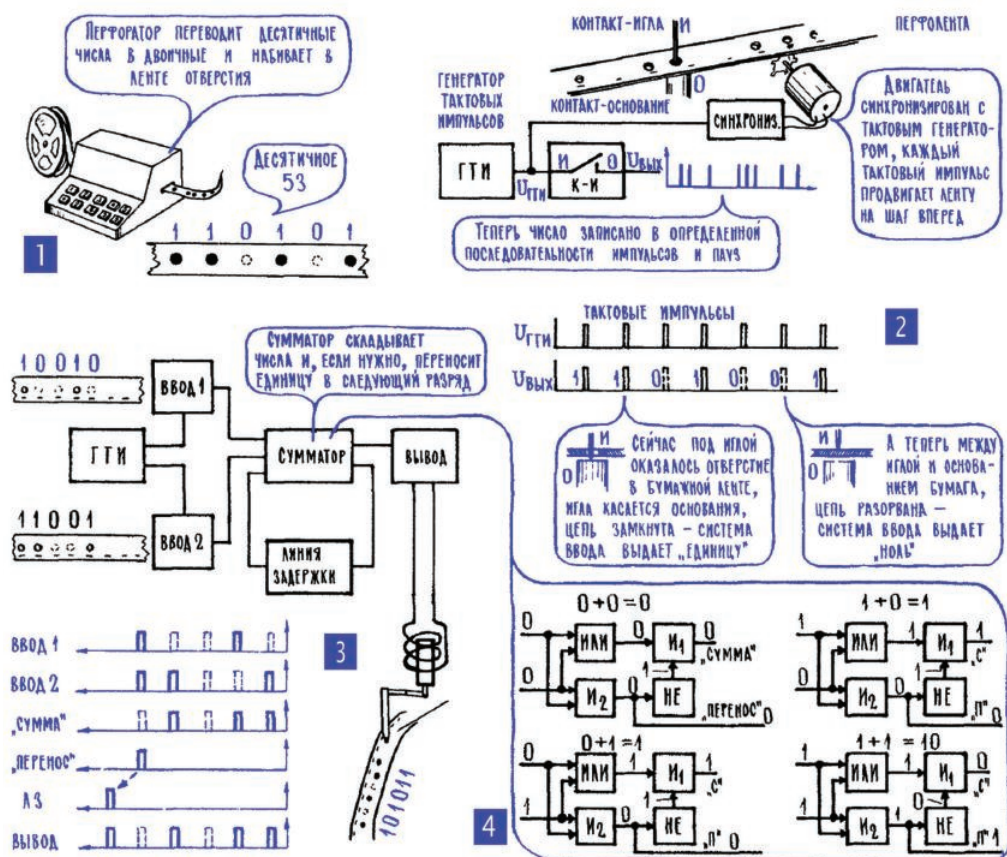

Рис. 16.3. Обработка двоичных цифр в электронной вычислительной машине
На рис. 16.3; 1, 2 показан процесс ввода в простейшую условную машину некоторого числа. Все начинается с того, что оператор, получив десятичные числа, которые нужно сложить, превращает их в двоичные числа, которые переносят на бумажную ленту, определенным образом пробивая в ней отверстия. Получается перфорированная, то есть дырчатая, лента, а сокращенно – перфолента; дырка в ней соответствует «единице», а отсутствие дырки, точнее ее пропуск, соответствует «нулю». Все это внешне делается очень просто: оператор нажимает клавиши перфоратора, набирая заданное десятичное число, а из аппарата сразу же выходит перфолента с дырками и пропусками, которые соответствуют нужному двоичному числу.
Теперь нужно с перфоленты ввести число в машину, превратить его из определенной последовательности отверстий в такую же последовательность уровней напряжения. Эту задачу выполняет устройство ввода, используя в качестве сырья тактовые импульсы. В нашем устройстве ввода есть игольчатый контакт, который, замыкаясь, открывает дорогу току. Контакт этот, как видно по рис. 16.3; 2, замкнут только в том случае, когда под иглой оказывается отверстие в перфоленте. Поэтому последовательность импульсов и пауз в точности повторяет последовательность дырок и пропусков в перфоленте, то есть отображает двоичное число, которое как раз и нужно было ввести в машину, протягивая ленту.
**4. Электронная схема «сумматор», манипулируя электрическими сигналами, может выполнять сложение двоичных чисел.** Ввод чисел в машину, превращение их в комбинации электрических импульсов, конечно, не самоцель. С числами нужно работать, производить с ними различные математические операции. И сейчас мы посмотрим, как можно произвести одну из них – сложение. Чтобы сразу же не утонуть в подробностях, сделаем то, что реально никогда не делается: пристроим к ЭВМ сразу два устройства ввода (рис. 16.3; 3) и через каждое из них введем в машину одно из двух слагаемых. Причем ввод начнем одновременно, как по выстрелу стартового пистолета. И начнем вводить числа с конца, с последнего раз-
ма ИЛИ: в первом случае на ее выходе не было бы сигнала, а во втором и третьем на выходе появлялся бы высокий уровень. И это как раз соответствовало бы известным правилам сложения  $0 + 0 = 0$ ;  $1 + 0 = 1$  и  $0 + 1 = 1$ . Что же касается четвертого сочетания слагаемых,  $1 + 1$ , то схема ИЛИ, конечно, не годится: под действием двух одновременных «единиц» на ее входах она дает «единицу» на выходе, то есть выполняет операцию  $1 + 1 = 1$ . А нам нужно, чтобы получилось  $1 + 1 = 0$  с переносом «единицы» в следующий разряд (рис. 16.3; 3).
Вот этот перенос «единицы» в следующий разряд оказывается довольно сложной задачей. И решается она с помощью нескольких логических элементов, собранных по схеме рис. 16.3; 4.
Оба слагаемых подаются не только на ИЛИ, но одновременно еще и на элемент  $I_2$ , а с него сигнал поступает как раз на интересующий нас элемент НЕ. На рис. 16.3; 4 показаны все возможные варианты суммирования двух одноразрядных чисел. В первых трех случаях  $0 + 0$ ,  $1 + 0$  и  $0 + 1$  элемент  $I_2$  не срабатывает, так как на его входе нет необходимых для этого двух – именно двух и только двух! – одновременных «единиц». А значит, в этих случаях с  $I_2$  на элемент НЕ ничего не поступает, этот элемент не срабатывает, и на его выходе действует нормальное выходное напряжение. Не забывайте, что элемент НЕ делает все наоборот: сигнал на его выходе существует, когда на вход элемента ничего не подается (рис. 15.4; 5). А когда на вход сигнал подается – на выходе элемента НЕ сигнал исчезает. В итоге получается:
Второе. В нашей условной машине (рис. 16.3) «единицы» и «нули» какого-либо числа, так же как «единицы» и «нули» адресов и команд, шли последовательно, друг за другом, напоминая короткие пулеметные очереди. Но во всех современных машинах это, скорее, залпы из много-